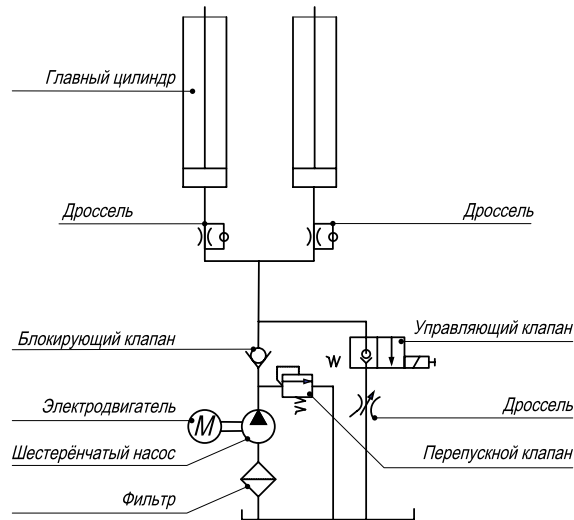

Рисунок 6 – Гидравлическая схема
1. Подсоедините гидрошланги к фитингам, расположенным на зафиксированных платформах, в соответствии с цифрами, показанными на них. Принципиальная схема разводки указана на рис. 6. Полностью затяните их во избежание протечек.